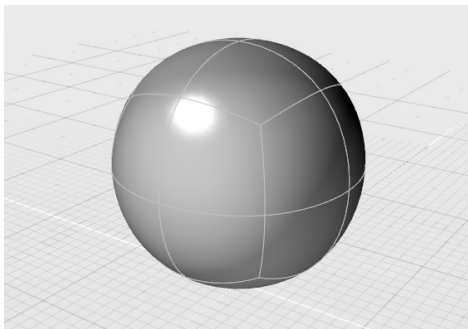

图 6-3 构建多边形立方体
- 2) 激活“多边形立方体”工具, 与构建 NURBS 几何体的方法类似, 构建一个任意尺寸的多边形立方体, 获得效果如图 6-3 所示。